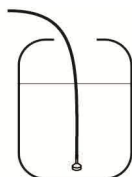

Fig.9
- 2- Inserire il tubo in dotazione nel recipiente del brillantante e del detergente (se disponibile). (Fig.9)